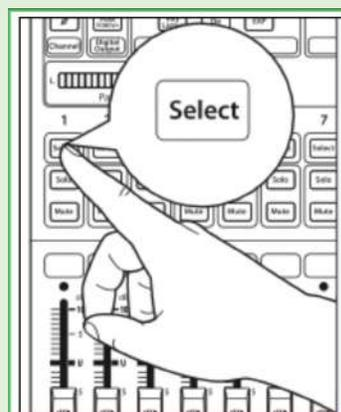

Imagen 26. Botón select.
5. Cada canal de la consola tiene sus propias configuraciones, para acceder a ellas debe oprimir el botón "Select" (imagen 22). Después de esto, automáticamente permite acceder a los medidores del canal para poder configurarlo. En la imagen 26, se muestra el botón para acceder a las configuraciones del canal 1 que corresponden al micrófono 1.